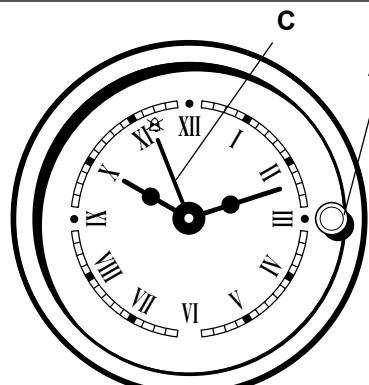

Рис. 2.1
ТАЙМЕР (Рис. 2.1)
СЧЕТЧИК МИНУТ (Рис. 2.1)
Для запуска в работу счетчика минут поверните маленький регулятор (A) против или по часовой стрелке (без нажатия) так, чтобы стрелка (C) указывала на необходимое время (макс. 55 минут) (Рис. 2.1).